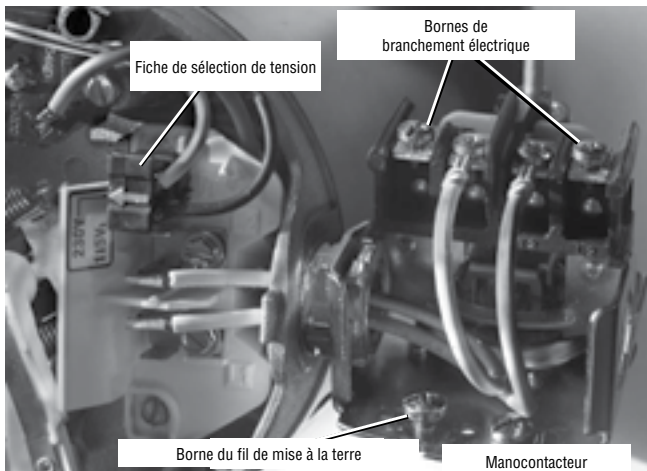

Figure 8 : Tension réglée à 230 V sur sélecteur à fiche
4. Fixer les fils d'arrivée de courant aux deux vis extérieures du manostat (figure 8).
5. Relier le fil de terre à l'une des bornes de mise à la terre (figure 8).